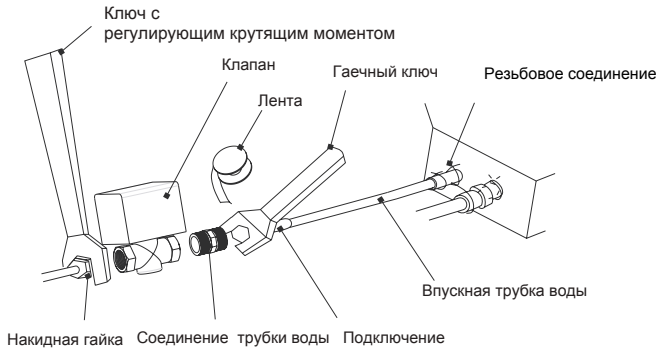

Рис.12
(1) Подключение клапана с приводом должно быть выполнено как показано на Рис.12: сначала соедините один конец трубного соединения с патрубком подачи воды на блоке, а к другому подсоедините клапан с электроприводом, затем, на конец клапана с электроприводом закрутите конусную гайку. Во время установки, используйте гаечный ключ и ключ с регулирующим крутящим моментом; крутящий момент должен быть в пределах 90 н/м². Убедитесь в безопасном соединении.
(2) Трубное соединение и клапан имеют резьбу 3/4". До соединения рекомендуется обернуть резьбу тефлоновой лентой для лучшего уплотнительного эффекта.
(3) После надежного соединения труб, клапана, впускной и выпускной трубки воды, запустите водяной насос наружного блока, чтобы проверить его на наличие утечки.
(4) И , наконец, оберните губкой клапан с электроприводом и трубку для теплоизоляции.